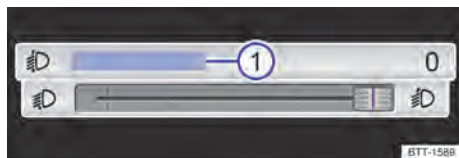

Fig. 102 Sistema Infotainment: controle deslizante para regulagem de alcance do farol.
- Tocar na superfície de função **Regulagem de alcance do farol** → Fig. 102 ①.